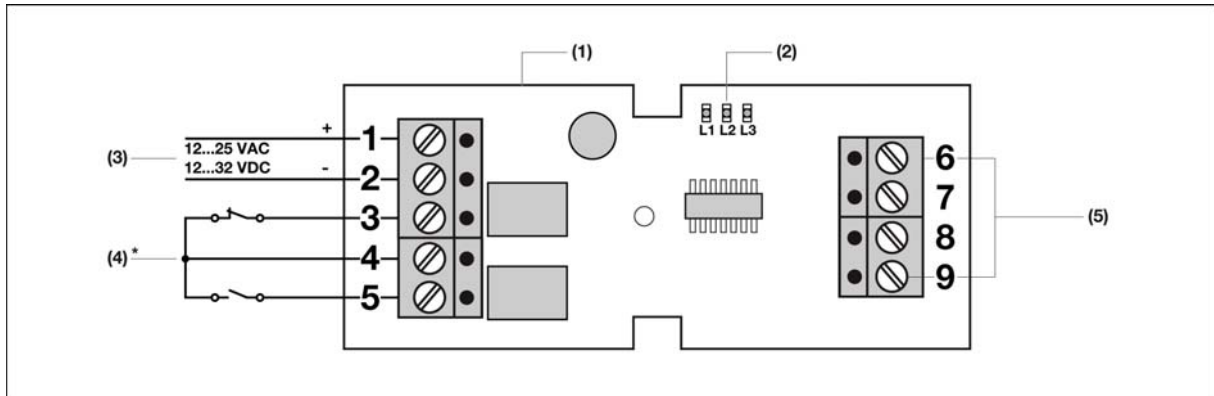

Fig. 1
2.1 Auswerteeinheit RS8 (Fig. 1)